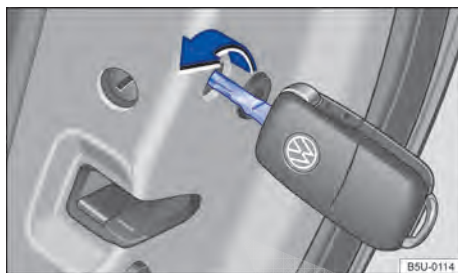

Fig. 187 Travamento de emergência do veículo com a chave do veículo.
- Inserir a haste da chave na fenda → Fig. 187 e girar no sentido horário (para dentro do veículo) até o batente.